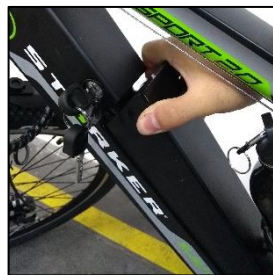

Imagen 2
- Gire la llave del suiche de la batería (1).
- Hale hacia arriba la batería, como se ve en la imagen 2.